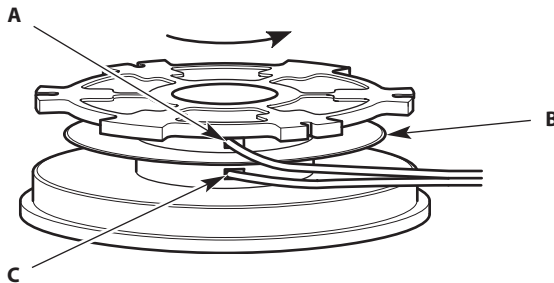

Fig. 5
2. Using one split end, insert one line into the top hole and the other line into the bottom hole in the inner reel (Fig. 5).
2. Insérez une ligne d'une extrémité dédoublée de la ligne de coupe dans le trou supérieur et l'autre ligne de la même extrémité dédoublée dans le trou inférieur de l'enrouleur intérieur (Fig. 5).